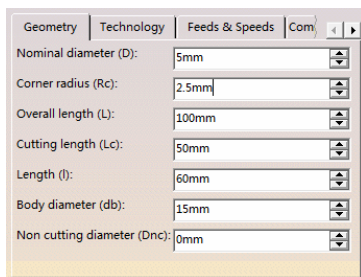

图 5-18 定义刀具参数（1）
- 单击“More”按钮，单击“Geometry”选项卡，定义刀具参数（1）如图 5-18 所示。